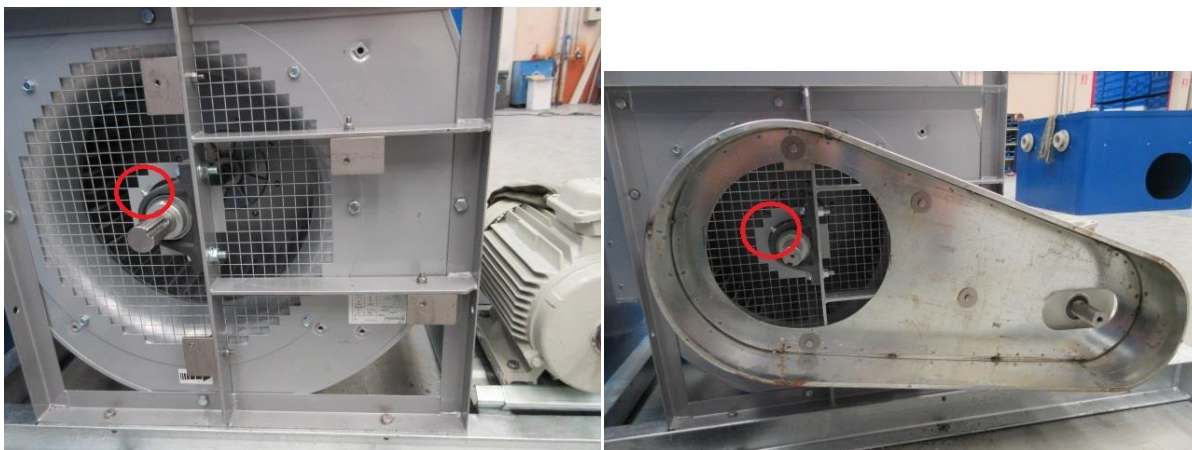

Fig. 20
- a) Accéder à la transmission et localiser le point de graissage dans l'arbre ventilateur (voir fig. 20)